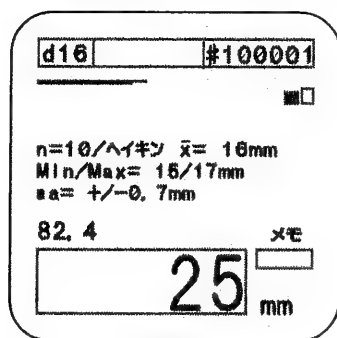

図37
- 測定が終わりましたら、ENDキーを押してください。図37が表示されます。